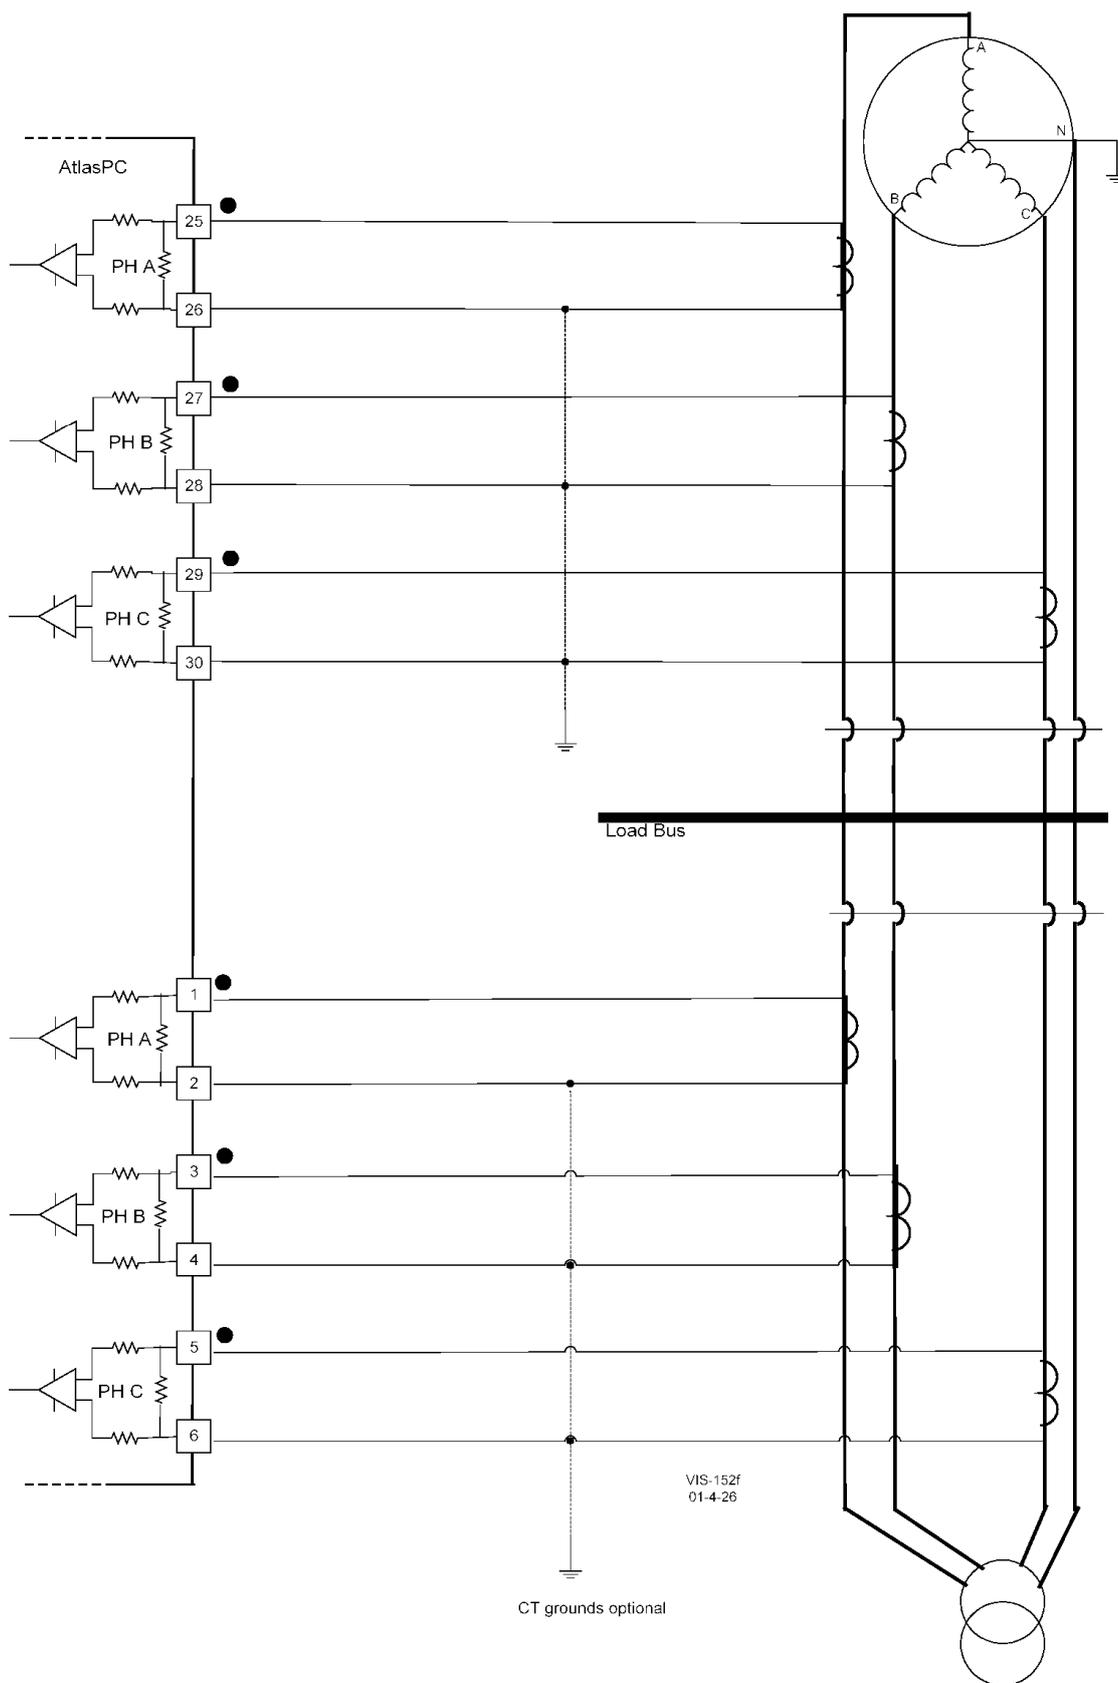
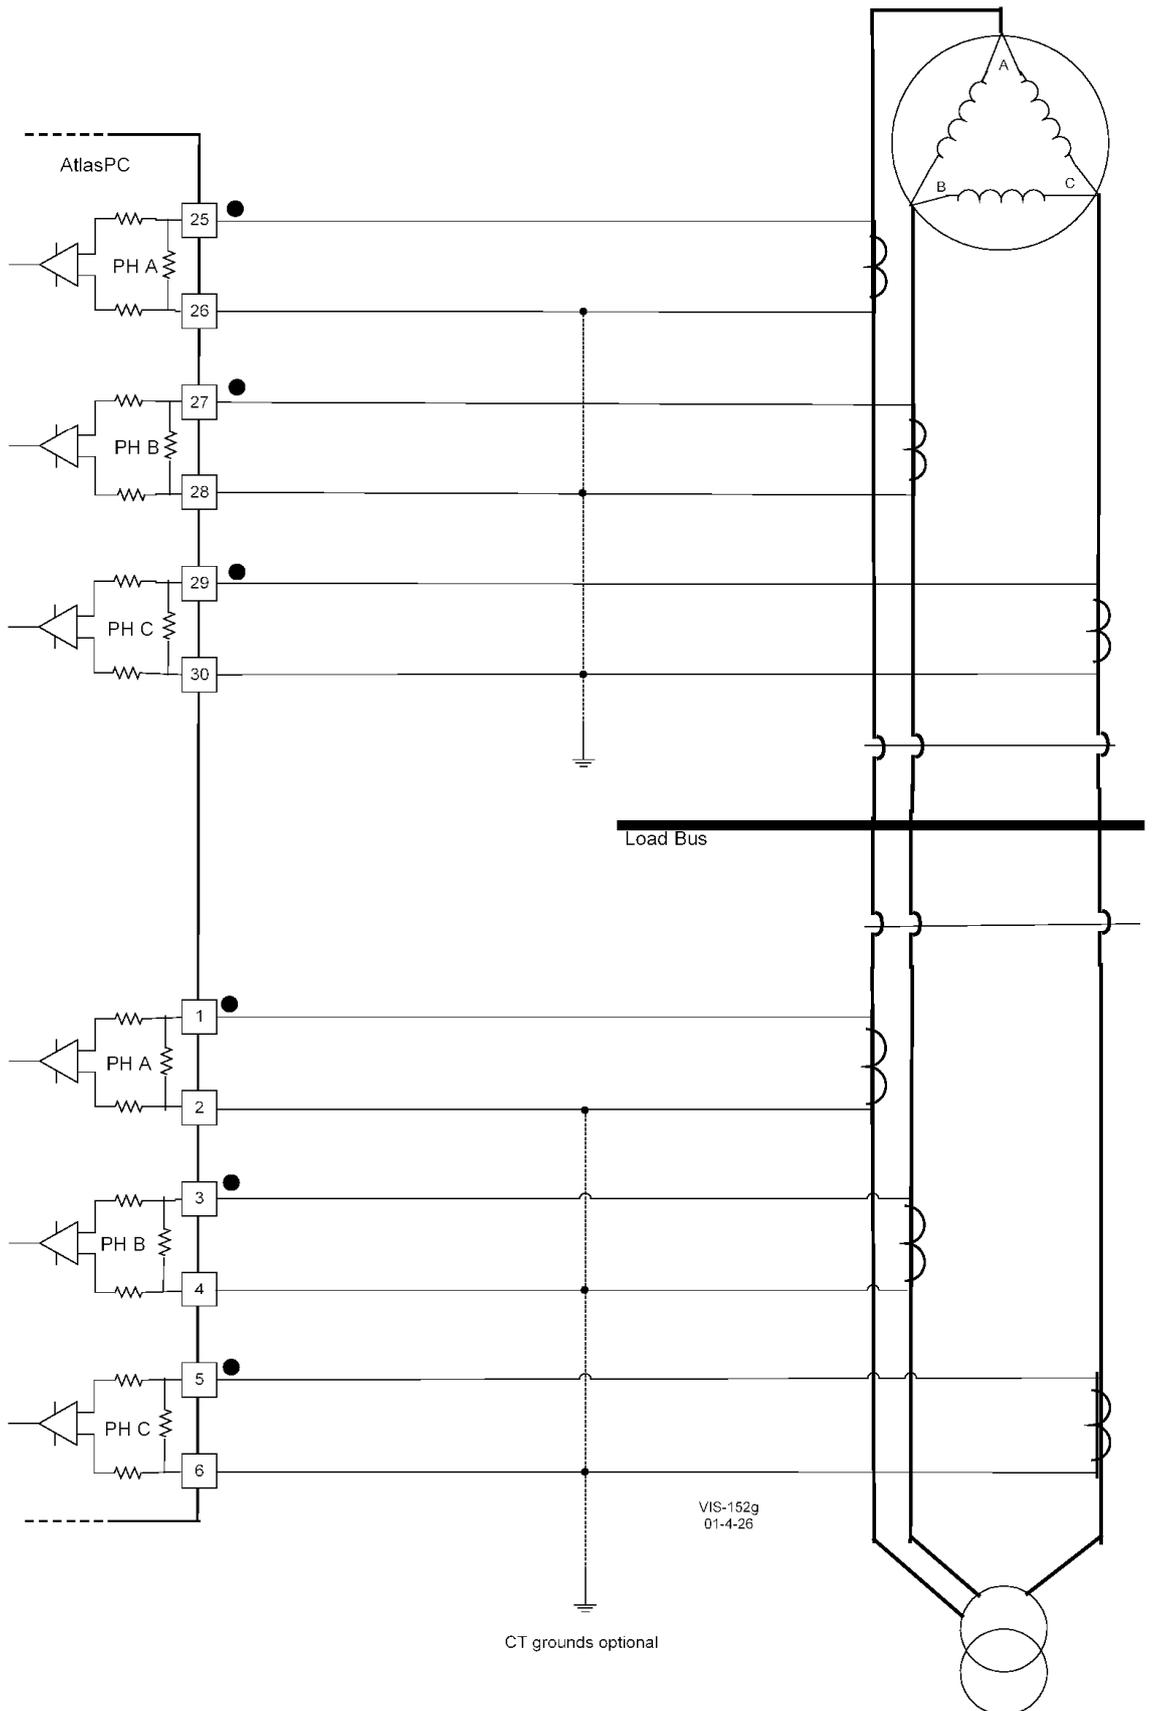

図 6-7. PowerSense ボードへの CT 信号の入力(配線方法の例)
図 6-8. PowerSense ボードへの CT 信号の入力(配線方法の例)
- CT 配線に関しては、図 6-7 および図 6-8 を参照してください。